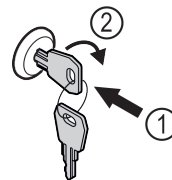

Fig. 196 Зображення для прикладу
- ▶ Вдавити ключ Fig. 196 (1).
- ▶ Повернути ключ на 90° за годинниковою стрілкою Fig. 196 (2).